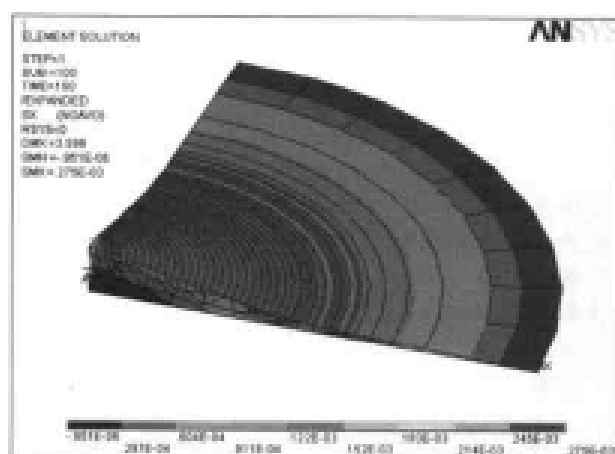
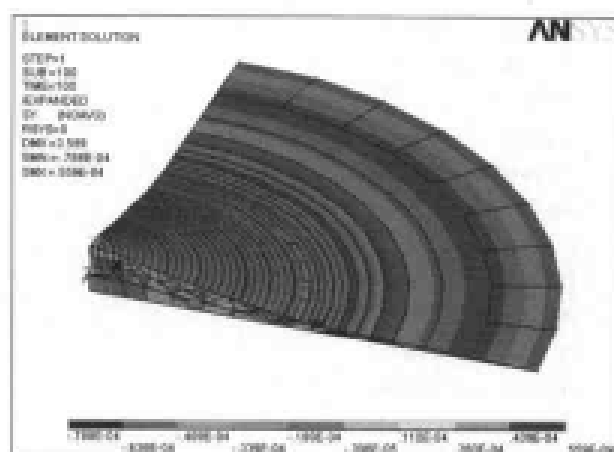

图 13-161 熔滴在 100 μ s 时的三维径向应力场
图 13-162 熔滴在 100 μ s 时的三维轴向应力场
(18) 选择 Utility Menu | PlotCtrls | Style | Symmetry Expansion | 2D Axi-Symmetric 命令, 出现 2D Axi-Symmetric Expansion 对话框, 在 Select expansion amount 列表框中选择 1/4 expansion 选项, 单击 OK 按钮关闭该对话框。
(19) 选择 Utility Menu | Pan-Zoom-Rotate 命令, 出现 Pan-Zoom-Rotate 对话框, 单击 Obliq 按钮, 以斜视图形式显示 1/4 个熔滴在 $100\mu\text{s}$ 时的径向应力场, 如图 13-161 所示。
(20) 选择 Utility Menu | PlotCtrls | Styl | Symmetry Expansion | 2D Axi-Symmetric 命令, 出现 2D Axi-Symmetric Expansion 对话框, 在 Select expansion amount 列表框中选择 1/4 expansion 选项, 单击 OK 按钮关闭该对话框。
(21) 选择 Utility Menu | Pan-Zoom-Rotate 命令, 出现 Pan-Zoom-Rotate 对话框, 单击 Obliq 按钮, 以斜视图形式显示 1/4 个熔滴在 $100\mu\text{s}$ 时的径向应力场, 如图 13-162 所示。